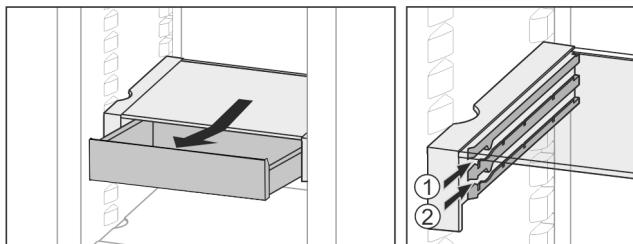

Fig. 35
- ▶ 在任意高度 Fig. 35 (1) 或 Fig. 35 (2) 推入。